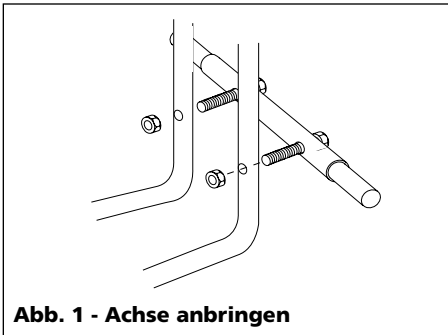

Abb. 1 - Achse anbringen
2. Pumpe aufrichten und festhalten. Achse am Wagen befestigen, indem die zusammengesetzten Schrauben in die Wagenständer gesteckt werden. Jede Schraube mit je einer 1/4 Zoll - 20 Mutter sichern. Mit einem 7/16 Zoll Schraubenschlüssel anziehen (siehe Abb. 1).